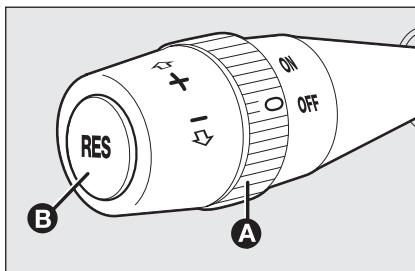

fig. 78
Tourner la bague **A-fig. 78** en position **ON**.
- ☐ tourner la bague **A-fig. 78** sur **ON** et appuyer sur la pédale de l'accélérateur jusqu'à atteindre la vitesse souhaitée;
- ☐ appuyer sur le bouton **RES B-fig. 78**.
Tourner la bague **A**-fig. 78 sur **OFF** ou la clé de contact sur **STOP**. Le dispositif est automatiquement désenclenché dans un des cas suivants: